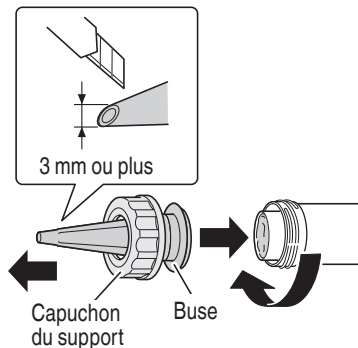

Fig. 22
- (3) Assemblez le capuchon du support et la buse, puis fixez-les au support. Coupez la pointe de la buse à 3 mm ou plus avant utilisation. (Fig. 22)
- (2) Assemblez le capuchon du support et la buse puis fixez-les au support. Coupez la pointe de la buse à 3 mm ou plus avant utilisation. (Fig. 22)